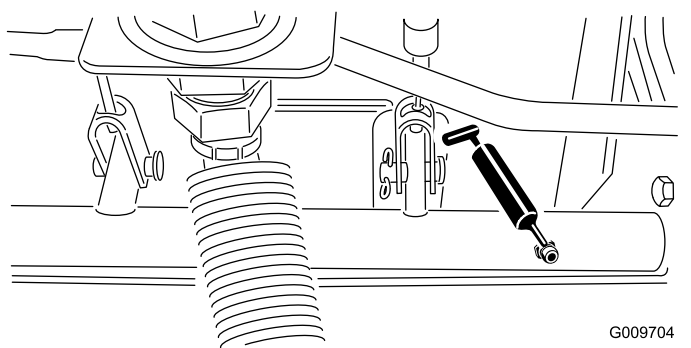

Рисунок 67
- Шарнирные опоры вала тормоза (5 шт.) (Рисунок 67)